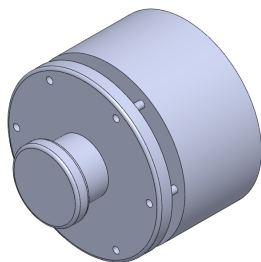

图 10-58 编辑爆炸视图
(4) 弹出【爆炸】属性管理器，选择合适零部件，设置【爆炸距离】为-50，单击【应用】和【确定】按钮，即可编辑爆炸视图，效果如图 10-58 所示。